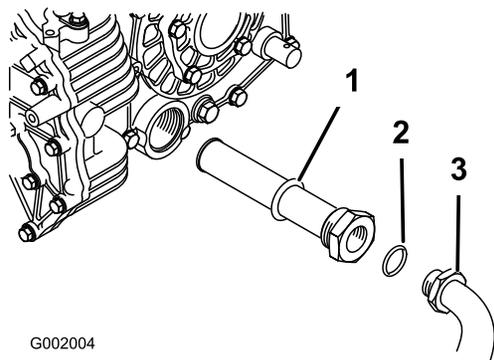

Figura 39
- Togliete il flessibile idraulico ed il connettore a 90° (Figura 39).